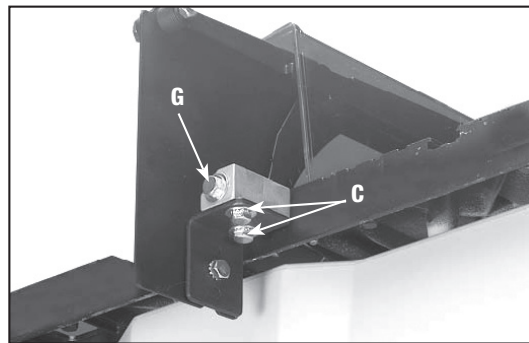

Fig. 17
- Quando o separador estiver adequadamente alinhado com a lâmina da serra, aperte os parafusos (C) e (G) Fig. 17.